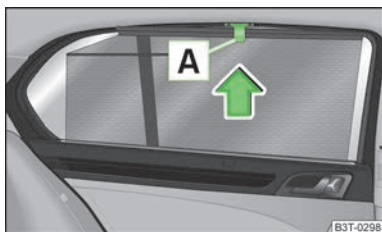

Fig. 46
- Extraer la cortinilla antisolar enrollable por el tirador **A** » fig. 46 y colgarla en el soporte del borde superior de la puerta.
- Extraer la cortinilla antisolar enrollable por el tirador **A** » fig. 46 y sostenerla de tal modo que se pueda enrollar lentamente y sin daños.